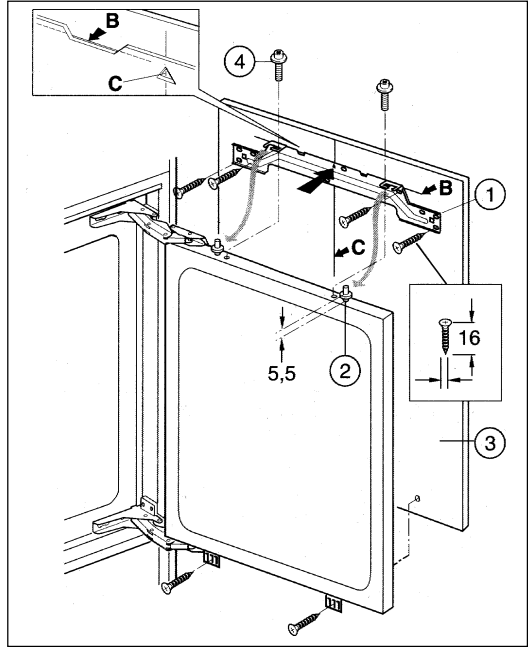

Рис. 6
- ❑ Совместите юстировочную планку (**рис. 6/1**) с карандашными метками (**рис. 6/B и 6/C**) на передней панели и привинтите ее (если поверхность твердая, просверлите отверстия для крепления глубиной 12 мм сверлом диаметром 2 мм).
- ❑ Отверните регулировочные винты (**рис. 6/2**) примерно на 5,5 мм.
- ❑ Навесьте переднюю панель (**рис. 6/3**) с прикрепленной юстировочной планкой на дверь прибора. Приверните винты (**рис. 6/4**) вручную.